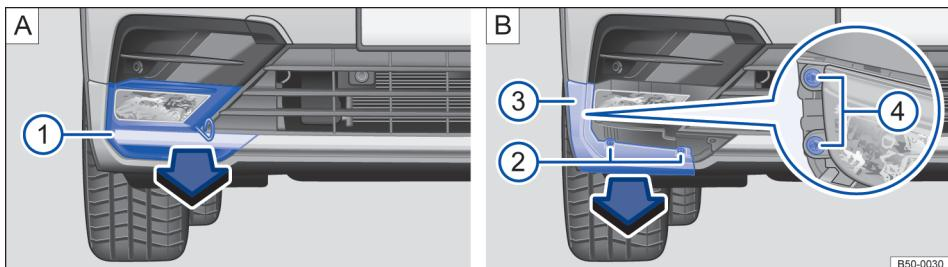

Fig. 207 No para-choque R-Line dianteiro direito: remover farol de neblina.
3. Prender o gancho extrator na abertura da cobertura sob o farol de neblina → Fig. 207 ①[A]. Remover a cobertura no sentido da seta para frente → Fig. 207 1 [A].
4. Remover os parafusos de fixação ② [B] na garnição 3 [B] com a chave de fenda.
5. Soltar a garnição ③ [B] e remover no sentido indicado pela seta.
6. Remover os parafusos de fixação no farol de neblina ④ [B] (lupa) com a chave de fenda.